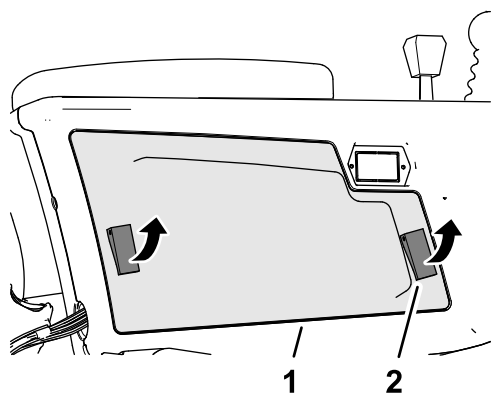

图 96
2. 打开将控制臂盖子固定到控制臂的 2 个门锁然后拆下盖子图 96。